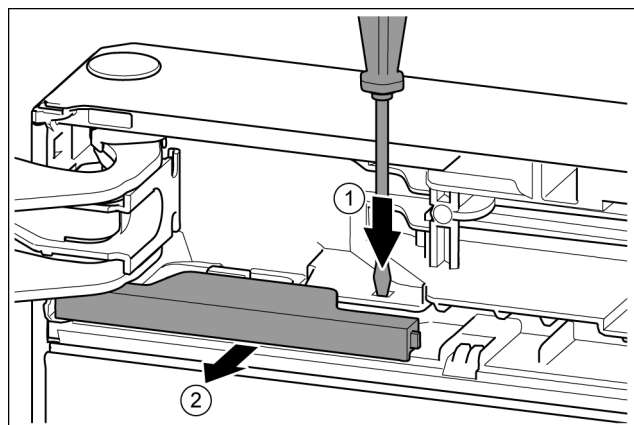

Fig. 11
- ▶ Nakładkę wcisnąć przy pomocy śrubokręta. *Fig. 11 (1)*
- ▶ Wyciągnąć osłonę z blokady. *Fig. 11 (2)*